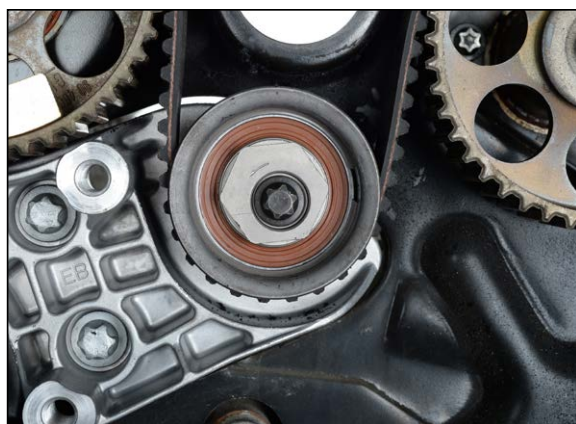

Bild 18
4. Vrid kammen på den övre spännrullen moturs med spännyckeln MKM-6038 eller en vattenpumptång tills kammens spets står i kl. 11-position (bild 18).